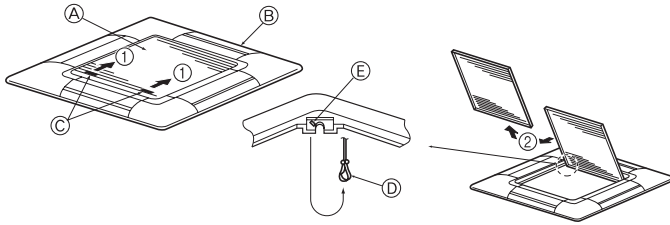
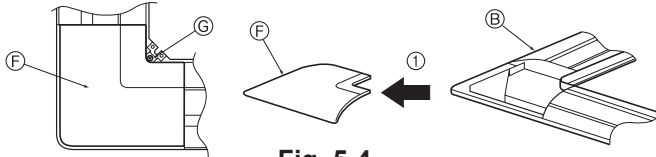

Fig. 5-3
Fig. 5-4
5.2.1. Hava giriş izgarasının çıkarılması (Fig. 5-3)
- Hava giriş izgarasını açmak için kolları okla ① gösterilen yönde itiniz.
- Hava giriş izgarası "açık" durumdayken hava giriş izgarasının menteşesini okla ② gösterilen şekilde izgaradan ayırın.
5.2.2. Köşe panelinin çıkarılması (Fig. 5-4)
- Köşe panelinin köşesindeki vidayı çıkarın. Köşe panelini çıkarmak için köşe panelini okla ① gösterilen şekilde itin.